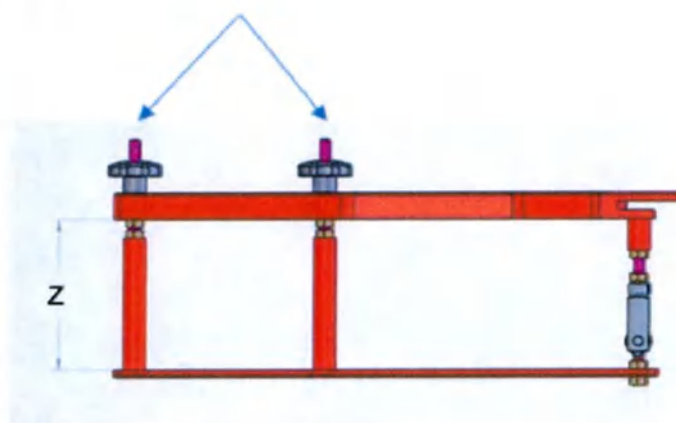

Рисунок 1-4. Регулировка положения емкости для воды
- а. Проверьте расстояние, как это показано на рисунке ниже, убедившись в том, что **Z** близко к значению 174 ± 5 мм (см. рисунок 1-4). В противном случае отрегулируйте **Z** путем вращения гаек.